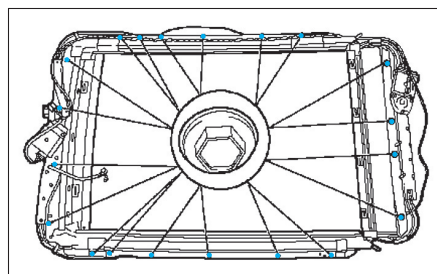

FIG. 70
- Déposer les 20 vis de fixation du châssis de toit ouvrant (fig. 70).